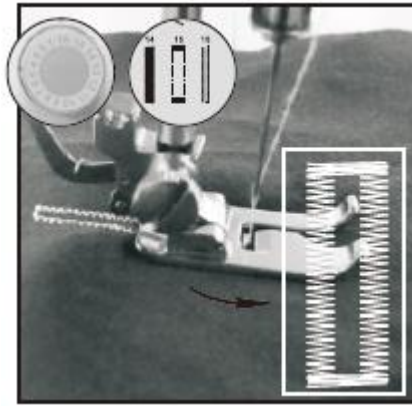

Abb. 19
- 6) Odaberite ubod br. 16, zatim uključite prekidač i šivajte dok rupica za gumb nije dovršena (Abb. 19).